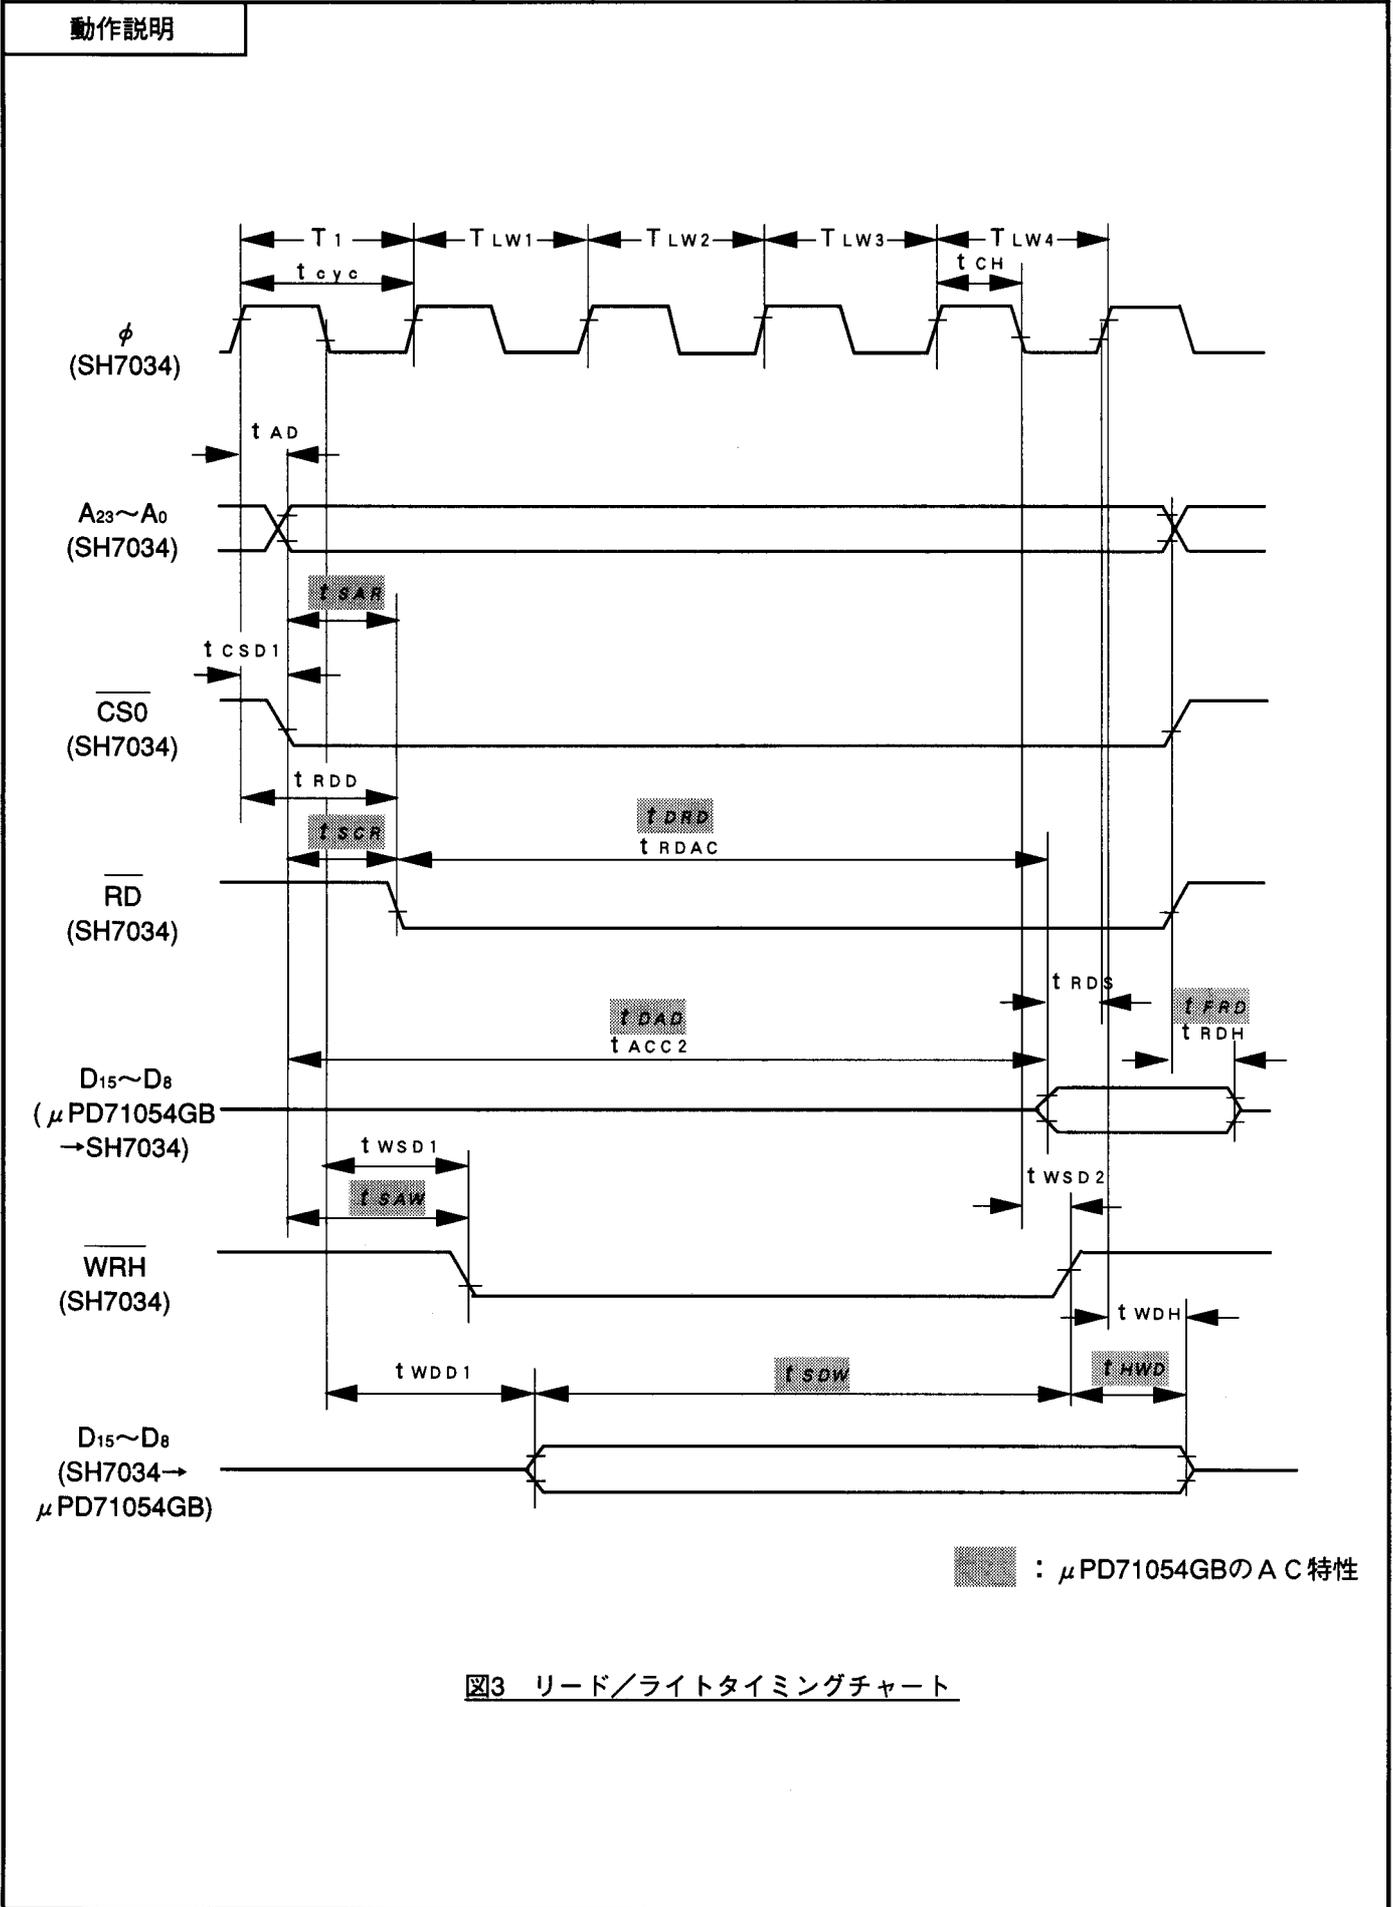

図3 リード/ライトタイミングチャート
<p>(1) データのリード/ライト</p> <p>図3にデータのリード/ライトタイミングチャートを示します。SH7034と<math>\mu</math>PD71054GBを直接接続する場合、SH7034の<math>t_{ACC2}</math> (リードデータアクセス時間)、<math>t_{RDH}</math> (リードデータホールド時間) および<math>\mu</math>PD71054GBの<math>t_{SDW}</math> (入力データセットアップ時間)、<math>t_{HWD}</math> (入力データホールド時間)、<math>t_{SAR}</math> (リード時のアドレスセットアップ時間)、<math>t_{SAW}</math> (ライト時のアドレスセットアップ時間) が満足されているかを確認します。</p> <p>図3から各タイミングは以下ようになります。</p> <p>(a) SH7034の<math>t_{ACC2}</math>および<math>t_{RDH}</math></p> $t_{ACC2} = t_{DAD(max)}$ $= 185 ns \leq 220 ns \text{ (SH7034 } t_{ACC2})$ $t_{RDH} = t_{FRD(min)}$ $= 10 ns \geq 0 ns \text{ (SH7034 } t_{RDH})$ <p>(b) <math>\mu</math>PD71054GBの<math>t_{SDW}</math>および<math>t_{HWD}</math></p> $t_{SDW} = t_{CL(min)} + T_{LW1} + T_{LW2} + T_{LW3} + t_{CH(min)} + t_{WSD2(min)} - t_{WDD1(max)}$ $= 20 + 50 + 50 + 50 + 20 + 0 - 35$ $= 155 ns \geq 95 ns \text{ (}\mu\text{PD71054GB } t_{SDW})$ $t_{HWD} = t_{CL(min)} + t_{WDH(min)} - t_{WSD2(max)}$ $= 20 + 0 - 20$ $= 0 ns \geq 0 ns \text{ (}\mu\text{PD71054GB } t_{HWD})$ <p>(c) <math>\mu</math>PD71054GBの<math>t_{SAR}</math>および<math>t_{SAW}</math></p> $t_{SAR} = t_{RDD(min)} - t_{AD(max)}$ $= 0 - 20$ $= -20 ns \geq 20 ns \text{ (}\mu\text{PD71054GB } t_{SAR})$ $t_{SAW} = t_{CH(min)} + t_{WSD1(min)} - t_{AD1(max)}$ $= 20 + 0 - 20$ $= 0 ns \geq 0 ns \text{ (}\mu\text{PD71054GB } t_{SAW})$